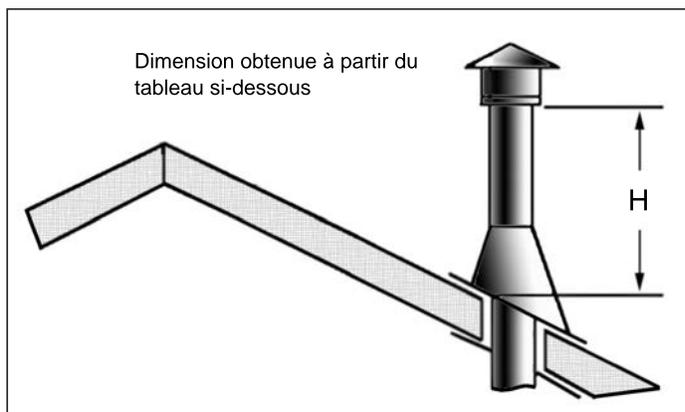

Figure 54: Hauteur de la terminaison verticale ; Se référer au Tableau 7
- Étape 3.** Pour installer la boîte de support ronde / le coupe-feu mural dans un plafond plat, coupez un trou carré de 10 po (25.4 cm) dans le plafond, centrée sur le trou percé dans l'étape 2. Encadrez le trou comme dans la Figure 54.
- Étape 6.** Une fois que les sections de conduit ont été jointes et passent par le trou dans le toit, faites passer une sangle de coude par-dessus les sections exposées, pliez les sangles du support vers l'extérieur, et poussez la sangle au niveau du toit, comme démontré dans la Figure 54. Serrez autour de la section de conduit. Utilisez un niveau à bulle pour s'assurer que le conduit est parfaitement vertical. Avec des clous de toiture, fixer les sangles de support au toit. Scellez les trous des clous avec du mastic non-durcissant. Taillez le surplus des sangles de support qui dépassent le solin.
- Étape 9.** Passez le collet de solin par-dessus le conduit et poussez-le vers le toit comme dans la Figure 54. Utilisez le mastic non-durcissant sur le joint entre le conduit et le solin.